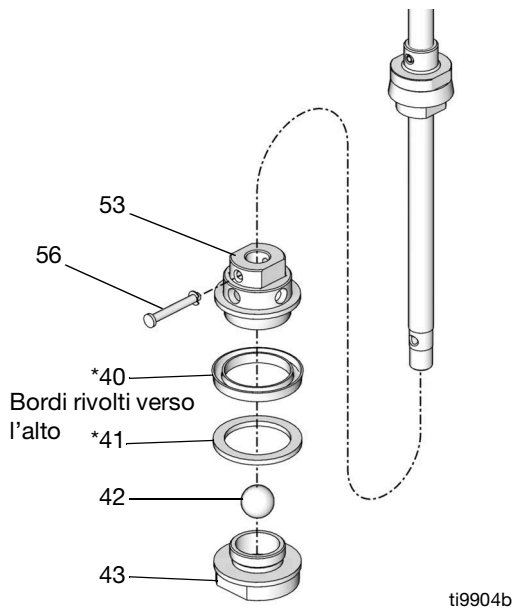

FIG. 20
9. Rimuovere il perno (56). Rimuovere il corpo della valvola del pistone (43) dall'alloggiamento del pistone (53). Svitare la valvola del pistone (43) dall'alloggiamento del pistone (53). Rimuovere l'anello (41*), la fascia a U (40*) e la sfera (42). Ispezionare tutte le parti per rilevare eventuali danni. Vedere FIG. 20.